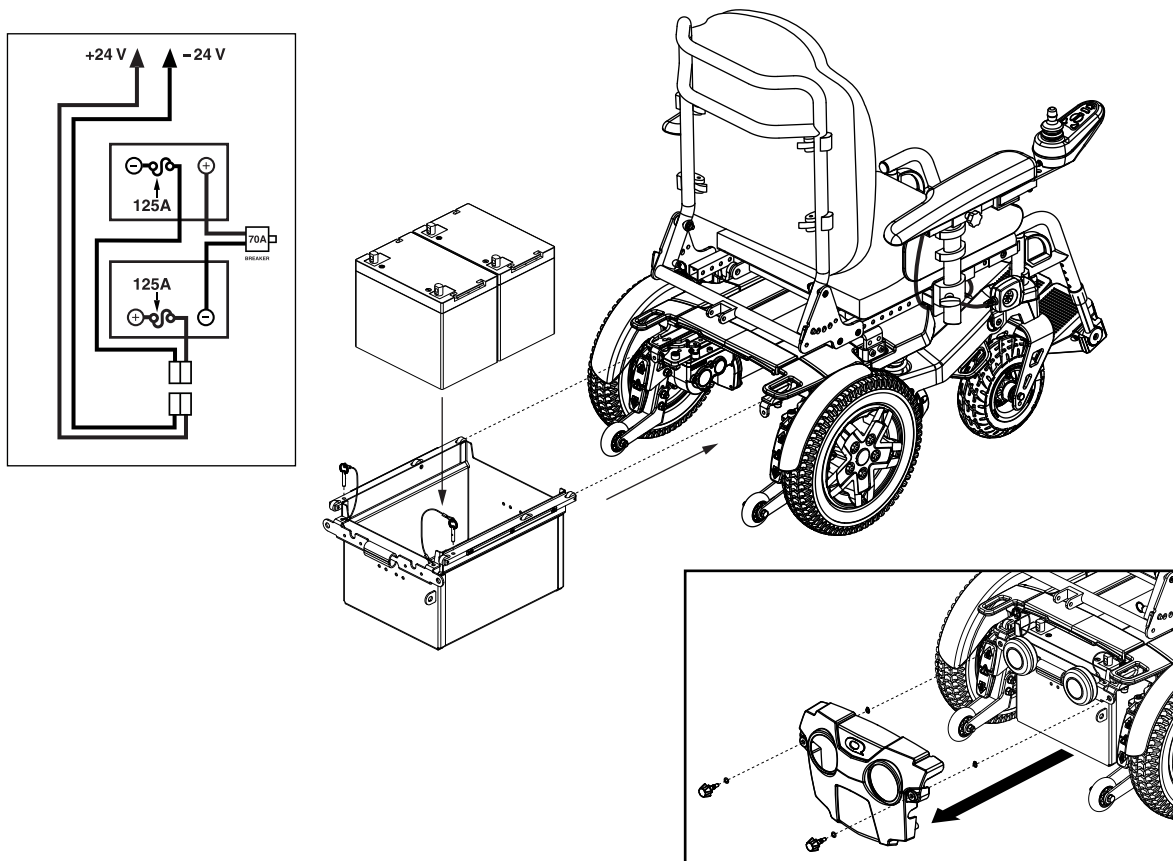

Abb. 25. Austauschen der Batterien
Ein Schaltplan der Batterieverkabelung ist auf einem Hinweisschild auf der Batterieabdeckung dargestellt. **Siehe Abb. 25.** Die richtigen technischen Daten für die Batterie finden Sie in der Tabelle mit den technischen Daten.
- Lösen Sie die Schrauben der Batterieverkleidung und nehmen die Verkleidung ab. **Siehe Abb. 25.**
- Ziehen Sie die Sicherungsstifte des Batterieträgers nach oben und entfernen sie. **Siehe Abb. 25.**
- Finden Sie die Batterieschnellverschlüsse an dem Rahmen und entfernen beide. **Siehe Abb. 25.**
- Verbinden Sie die Batterieschnellverschlüsse entsprechend dem Schaltplan an dem Rahmen. **Siehe Abb. 25.**